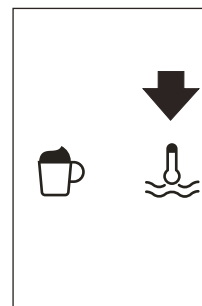

Fig. 27
- Prima o ícone ☹ (B13) (Fig. 27).